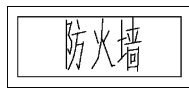

图 15-122 防火墙示意图
(1) 单击“默认”选项卡“绘图”面板中的“矩形”按钮，绘制两个矩形，大矩形的尺寸为 150 × 60，小矩形的尺寸为 140 × 50。
(2) 单击“默认”选项卡“注释”面板中的“多行文字”按钮，在矩形内添加文字“防火墙”，结果如图 15-122 所示。